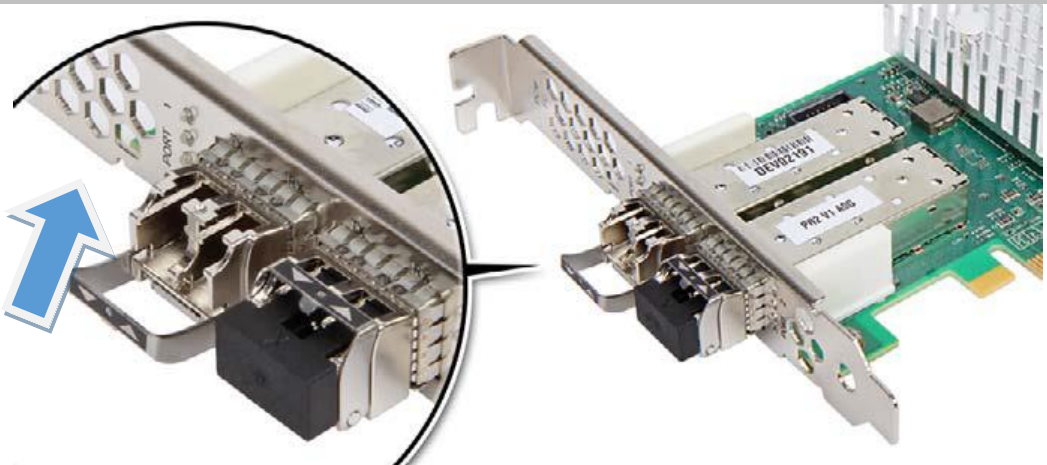

図 7：光トランシーバモジュールのロッキングハンドルのラッチ掛け
- 図7のようにロックハンドルのラッチを慎重に外して倒し、トランシーバをソケットコネクタから取り出します。